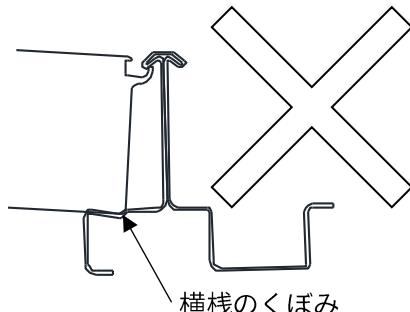

図3-11. 誤った例
④モジュールに横桟を押しつけながら、仮固定していたボルトM8×20を固定してください。図3-11に示すように、モジュールが横桟のくぼみに引っ掛かっている状態でボルトを固定しないようしてください。